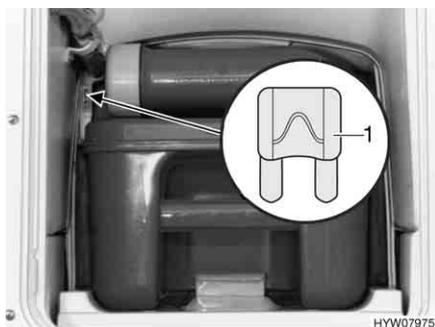

Fig. 128 Fusible del inodoro Thetford
- Cambiar el fusible (Fig. 128,1).